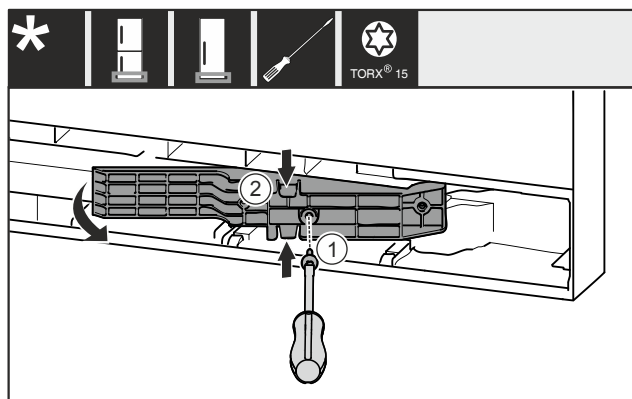

Fig. 18 *
- Îndepărtați șurubul Fig. 18 (1)*
- Comprimați ușor partea de sus și de jos și extrageți adaptorul Fig. 18 (2)*